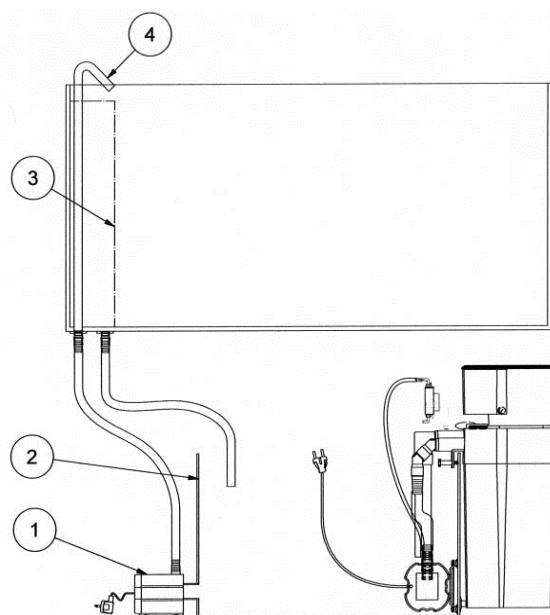

Fig. 4: Turboflotor Blue 3000, instalado junto al tanque de un filtro externo ó bajo el tanque
2. Para usarlo en la mesa con un depósito ó bajo el acuario como un sistema de filtración (fig. 4):
Instalación: dentro o junto al tanque de un sistema de filtración externo (fig. 4):
La instalación fuera del filtro del tanque está descrita y realizada en la figura de abajo (colgado a la estructura de la urna). Si el tanque del filtro no es lo suficientemente alto, el skimmer se deberá situar lo más cerca de la urna. Para el agua de retorno, pueden ser usadas las cajas de flujo de salida. Si el nivel de agua del tanque del filtro es muy bajo o el espacio disponible es pequeño, se deberán conectar dos codos de 90º a las salidas para dirigir el agua directamente a la superficie del agua del tanque. Esto evitará que salpique agua y evitará el ruido. La bomba venturi se fija dentro del tanque del filtro de tal forma que si el nivel de agua del filtro baja no pueda funcionar en seco, por ser el tubo de presión muy corto (fig. 4). Sería conveniente colocar la bomba cerca de la superficie del agua. Para prevenir el funcionamiento en seco de la bomba, recomendamos usar un relleno automático de agua (aquaniveau - Niveaumat) para mantener el nivel de agua del filtro siempre constante.